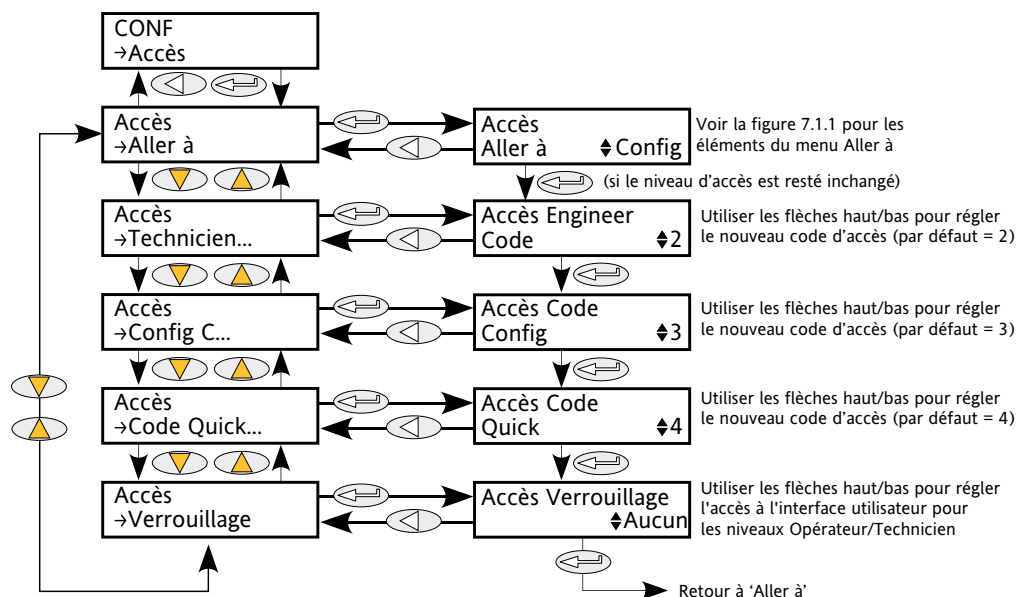

Figure 6.3.2b Configuration de l'accès
2. à l'utilisateur d'éditer les codes d'accès actuels des menus Technicien, Configuration et Quickstart (Figure 6.3.2b),
3. de limiter l'accès aux boutons-poussoirs de l'interface opérateur dans les menus Opérateur et Technicien (Figure 6.3.2b).